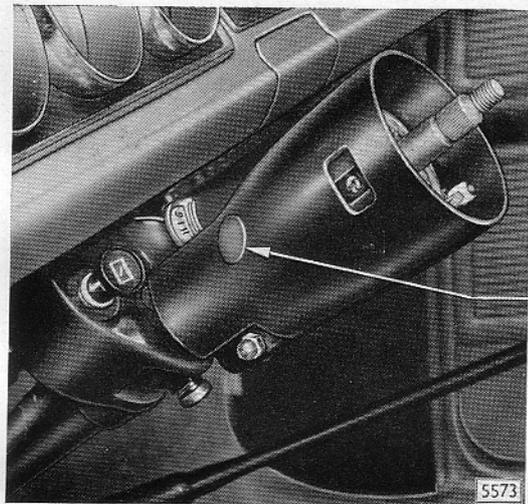

Bild B 16 - Unter jeweiligem Gummiverschlußdeckel links wie rechts liegt obere Gehäusebefestigungsschraube (insgesamt 2 Stück)
4. Signalschaltergehäuse vom Lenkstützrohr abschrauben (Bild B 16 und B 17) und Hutmutter (B 17/1) für Befestigung der Lenkstützrohrverkleidung lösen.